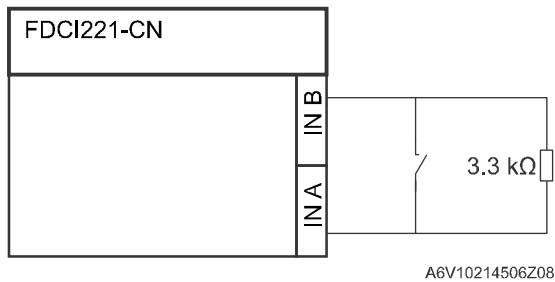
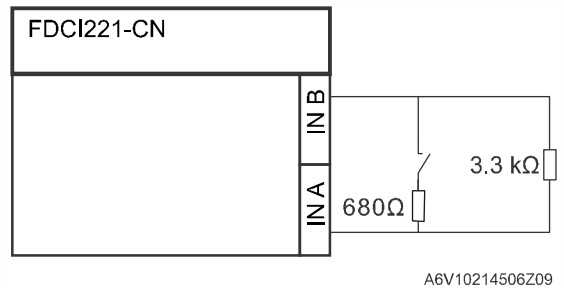

图 8
图 9
- 开路监视：图 8
- 开路/短路监视：图 9
2. 连接终端电阻 (图 8 和图 9)。终端电阻随产品发货。